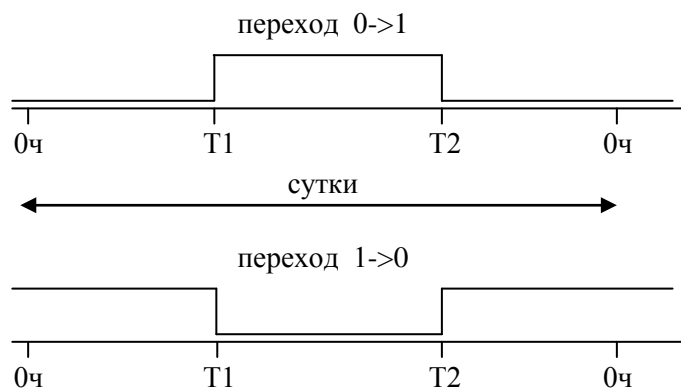

Рисунок 4.11
4.6.13 Функция «Включение/выключение по расписанию» может использоваться для включения/выключения в установленное время $T1$ и $T2$ оборудования по будним дням. Эта функция разбивает сутки на 3 интервала времени: с начала суток до метки $T1$, с метки $T1$ до метки $T2$, с метки $T2$ до конца суток. Метки времени $T1$ и $T2$ и состояние выхода указываются при конфигурировании. Рисунок 4.11 поясняет использование данного условия.